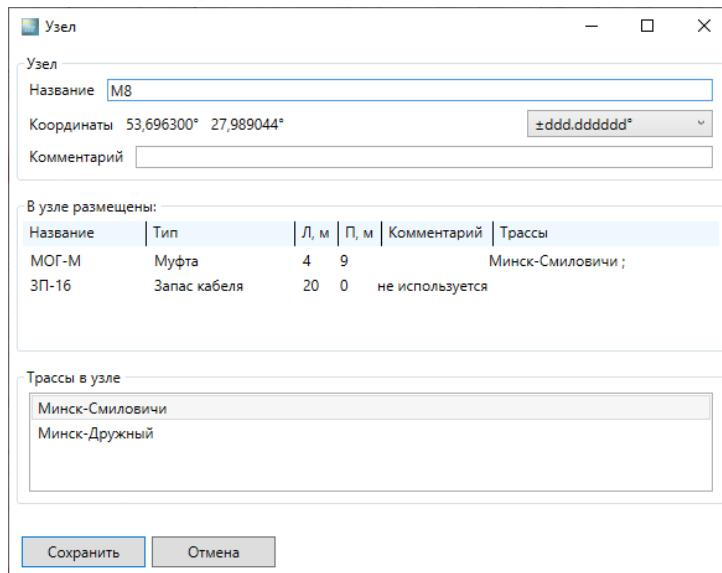
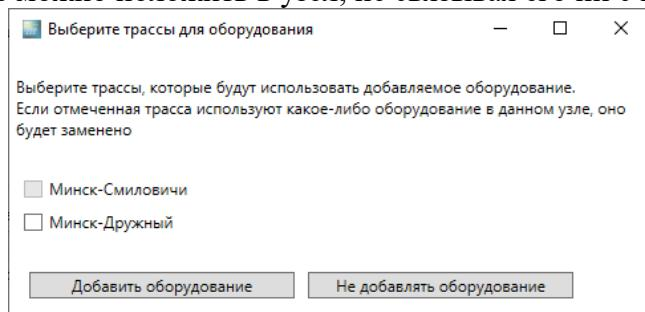
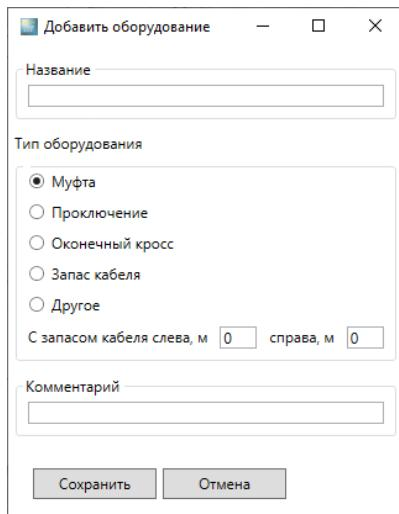
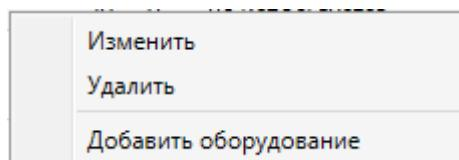

Рисунок 6-12. Окно «Узел»
Рисунок 6-13. Выбор трассы для оборудования
Рисунок 6-14. Добавить оборудование
Рисунок 6-15
- 1) Навести курсор, на область таблицы Рисунок 6-12 и нажать правую кнопку, появляется контекстное меню «Добавить оборудование».
- 2) После выбора контекстное меню «Добавить оборудование», открывается окно Рисунок 6-13, в котором предлагается выбрать трассу для добавления в неё оборудования. Если трассе, заданы базовые рефлектоGRAMмы, она не доступна для выбора, в предложенном примере трасса «Минск-Смиловичи». Так же оборудование можно положить в узел, не связывая его ни с какой трассой.
- 3) В окне (см. Рисунок 6-13. Выбор трассы для оборудования) нажать кнопку «Добавить оборудование», появиться окно Рисунок 6-14. Далее ввести название оборудования, выбрать тип, запас кабеля слева и справа, если такая информация есть, комментарий (255 символов) и нажать кнопку «Сохранить».
Навести курсор, на область таблицы Рисунок 6-12, на строчку с удаляемым оборудованием и нажать правую кнопку, в появившемся контекстном меню Рисунок 6-15 выбрать «Удалить».
4. Чтобы изменить/отредактировать информацию об оборудовании навести курсор, на область таблицы Рисунок 6-12, на строчку с требуемым оборудованием и нажать правую кнопку, в появившемся контекстном меню Рисунок 6-15 выбрать «Изменить». Появиться окно Рисунок 6-14.
5. Чтобы посмотреть, как проходят трассы на карте, которым принадлежит данный узел необходимо в блоке «Трассы в узле» Рисунок 6-12 навести курсор на строчку требуемой трассы и нажать правую кнопку и выбрать появившееся контекстное меню «Показать трассу». Выбранная трасса на карте подсветиться ярко-зеленым цветом.